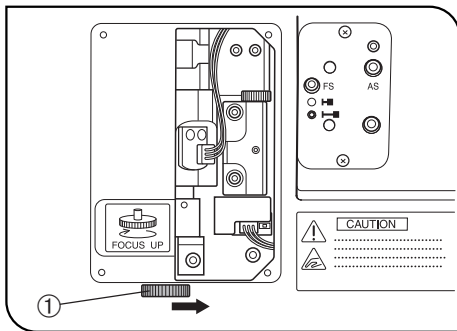

Fig. 3
- regolare l'interruttore principale su "O" (OFF), togliere il pannello laterale di destra dell'illuminatore con un cacciavite per viti Phillips e girare la rotella ① dietro il pannello nella direzione opposta a quella indicata in figura (cioè in senso orario) per abbassare il revolver (Fig. 3).